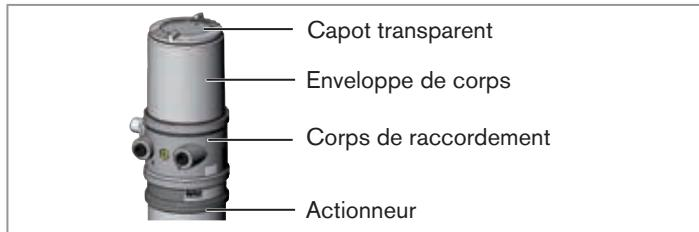

Fig. 19 : Ouvrir tête de commande
- ▶ Pour dévisser et visser le capot transparent, ne pas exercer de contre pression sur l'actionneur de vanne process mais sur le corps de raccordement (voir « Fig. 19 »).